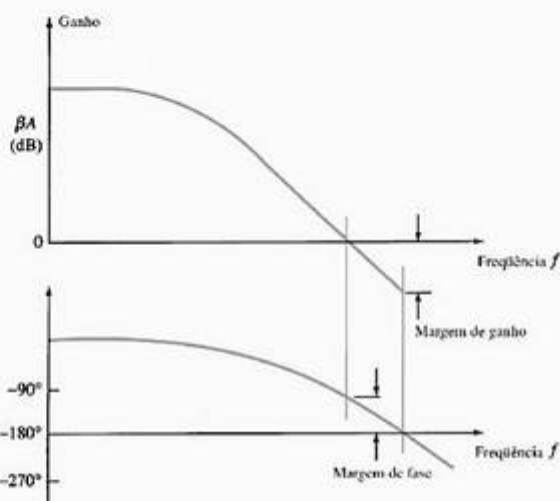

Figura 17.17 Diagrama de Bode mostrando as margens de ganho e fase.
Margem de ganho (MG) — é definida como sendo o valor negativo de $|\beta A|$ em decibéis na frequência em que o ângulo de fase é 180° . Portanto, 0 dB, que corresponde a um valor $\beta A = 1$, está no limiar de estabilidade, e qualquer valor negativo em decibel representa um amplificador estável. A MG pode ser obtida em decibéis na curva mostrada na Figura 17.17.
Margem de fase (MF) é definida pela diferença entre 180° menos a amplitude do ângulo no qual o valor de $|\beta A|$ é uma unidade (0 dB). A MF também pode ser diretamente avaliada na curva da Figura 17.17.